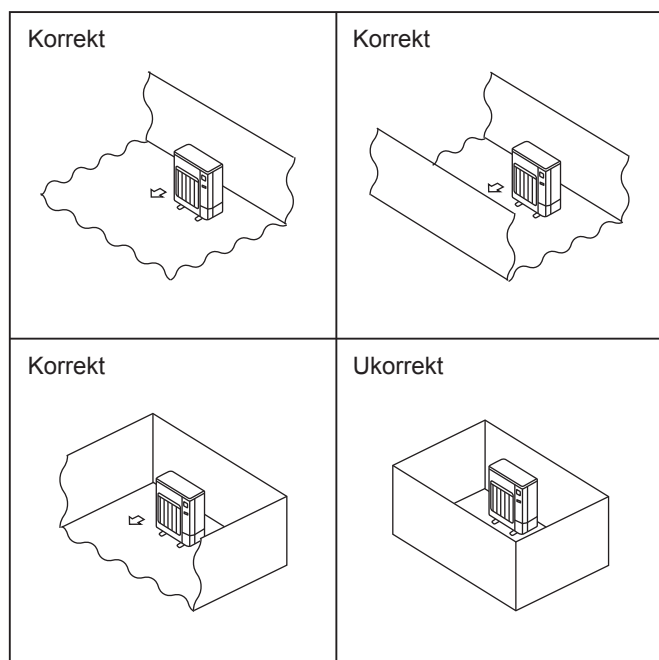

Fig. 2-2
- Ⓢ Installer udendørsenheder på et tilstrækkeligt stort område, hvor mindst én af enhedens fire sider ikke er blokeret, og hvor der ikke er fordybninger. (Fig. 2-2)